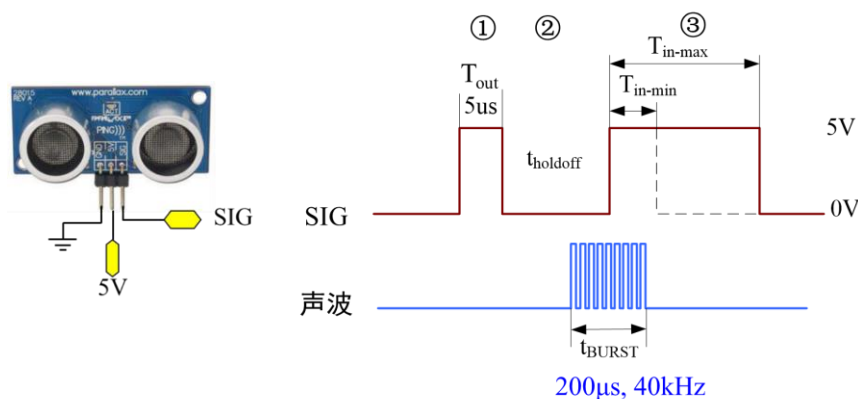

图 6 超声波模块及其工作时序图
某军用无人侦察机器人用超声波实现避障功能，机器人上使用了 4 个如图 6 所示的超声波模块实现前后左右的距离探测。若机器人第一个超声波模块的 SIG 管脚与 STM32F407 的 PA0 管脚相连，且外接电路上没有设置上拉或下拉电阻。假定声速为 340m/s。请回答以下问题：
- (1) (2 分) PA0 管脚在第①阶段能否设置为无上拉和無下拉电阻的开漏输出模式？为什么？
- (2) (4 分) 在图 6 中， T_{in_min} 的值为 $115\mu s$ ， T_{in_max} 的值为 $18.5ms$ 。若需要侦察机器人检测 5m 左右的障碍物距离，该超声波模块能否实现这一功能？为什么？